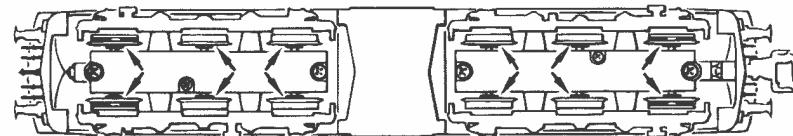

Fig. 8
**4. Hafltreifenwechsel:** Zuerst die Drehgestellblende abnehmen (Fig. 8). Danach den **Radsatz** herausnehmen und die **Hafltreifen** mit einer Nadel od. mit einem feinen Schraubendreher abziehen (Fig. 8). Beim Aufziehen der neuen Hafltreifen darauf achten, dass diese sich nicht verdrehen.
**4. Change of traction tyre:** Remove the bogie blind (fig. 8). Take out **wheel set** and remove **traction tyre** using a pin or a fine screwdriver (fig. 8). When pressing on the new traction tyre please **avoid twisting it**.
**4. Cambio de las gomas de tracción:** levantar la tapa de engranajes (fig. 8) tomar el conjunto de ruedas y cambiar las ruedas de tracción usando un alfiler o un destornillador fino (fig 8).